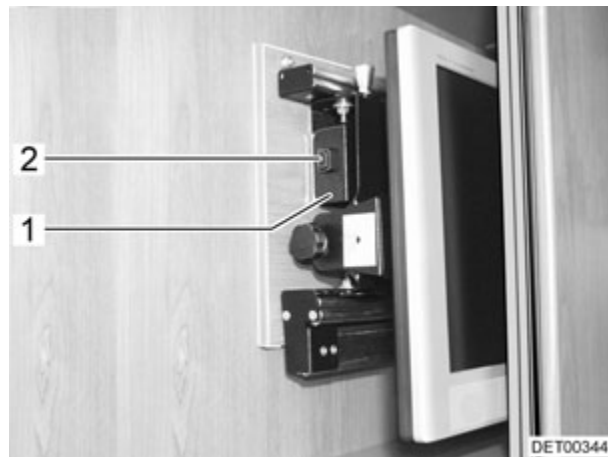

Fig. 11 Téléviseur (variante 2)
- Tourner le téléviseur dans sa position initiale (Fig. 10 ou Fig. 11) et, le cas échéant, le laisser s'enclencher.
- Pousser la console du téléviseur ou le support de l'écran plat à l'aide de la poignée (Fig. 10,1 ou Fig. 11,1) vers l'arrière. Le verrou (Fig. 10,2 ou Fig. 11,2) s'enclenche.